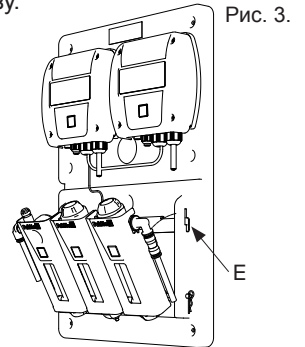

Рис. 3.
4. Отсоедините скобу (E) и откиньте модули вперед (см. рис. 3).